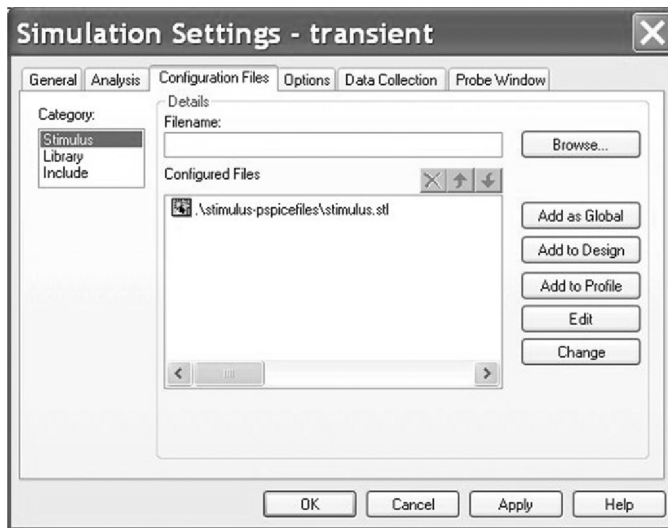

图 6.23 仿真激励源文件显示配置
如图 6.23 所示, 仿真人员可以通过配置文件对激励源进行查看。如果未看到激励源文件, 可以通过文件名浏览对其进行查找, 然后把激励源文件添加到配置文件中。添加激励源文件时需要注意如下选项:
8. 如图 6.23 所示，在设置对话框中选择 **Configuration Files > Category > Stimulus**，将会看到激励源文件 stimulus.stl 已经加入到配置文件列表中。
如果在屏幕图形显示窗口中输出为平直曲线，很可能由于没有删除默认配置激励源文件 bias. stl。此时可以查看本章练习开始部分的设置。激励源编辑器把 bias. stl 默认为当前仿真配置文件。如果在图 6.23 中未发现激励源文件，可以通过 Browse 浏览按钮对偏置文件夹进行选择，然后把激励源文件添加到设计中。